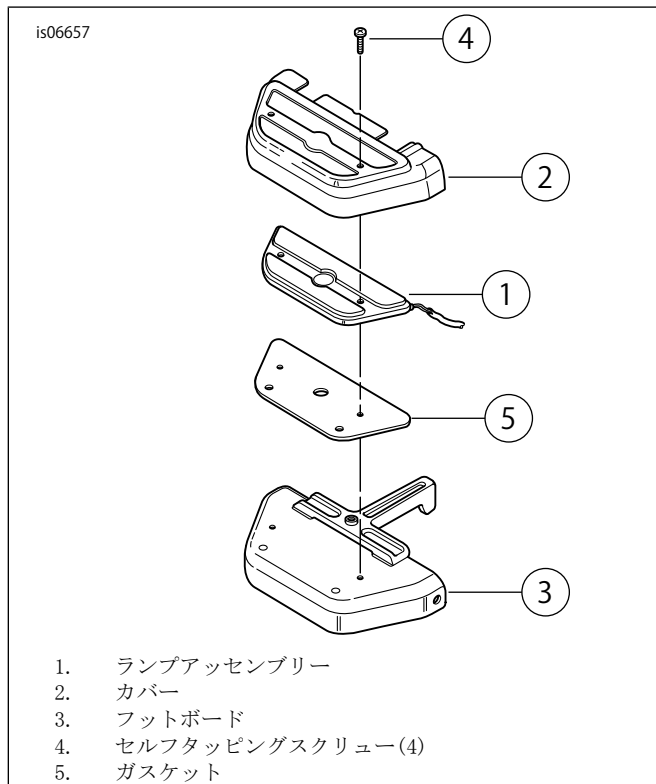

図3。フットボードカバーの取り付け
1. 「図3」を参照してください。ランプアッセンブリー(1)を各カバー(2)に取り付け、ランプとカバーのアッセンブリーを各フットボード(3)の底に置きます。マウントホールの位置にマークを付けます。
5. 「図3」を参照してください。キット付属のセルフタッピングスクリュー(4)4個のねじ部に軽量オイルを塗ります。各フットボード(3)に開いた2つの穴の途中までスクリューを挿入します。これで、フットボードにねじ山を付ける準備が整います。スクリューを取り外し、穴にゴミなどがあればきれいにします。フットボードに残ったオイルもきれいにしてください。
6. 「図3」を参照してください。ガスケット(5)を各フットボードに置きます。ただし、位置合わせの確認が済むまでは、裏貼りははがさないでください。ランプアッセンブリー(1)を各フットボード(3)に置き、ガスケットとランプアッセンブリーとの位置関係を確認します。ガスケットは、ランプの全周にわたってランプアッセンブリーと面一になっていなければなりません。必要な場合は、ガスケットのしかるべき位置に印を付けます。